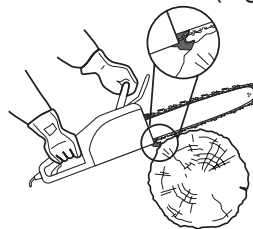

Fig. 21
5. Asegúrese de que la cadena de la sierra (11) funciona a toda velocidad antes de entrar en contacto con la madera. Utilice el tope de pinchos (5) para fijar el producto a la madera antes de empezar a cortar y utilícela como punto de referencia durante el corte (Fig. 21).